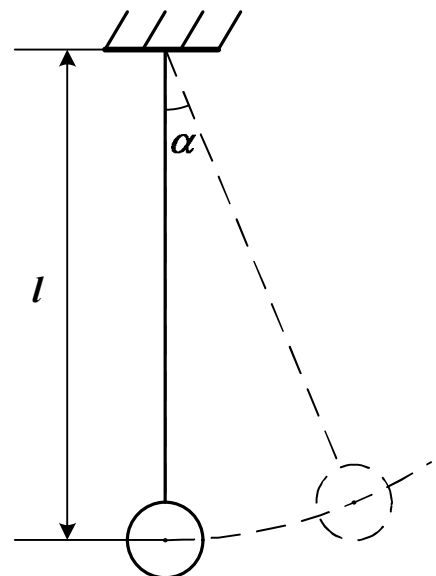

Рис. 1
1. Змінюючи довжину нитки, встановіть її приблизно рівною $1 м$. Ретельно виміряйте довжину маятника l - це відстань від точки підвісу до центра кульки (див. рис.1). Під час вимірювання намагайтесь забезпечити точність $1-2 мм$. Оскільки довжину близько $1 м$ одному вимірювати незручно, то запросіть на допомогу ще одного студента.